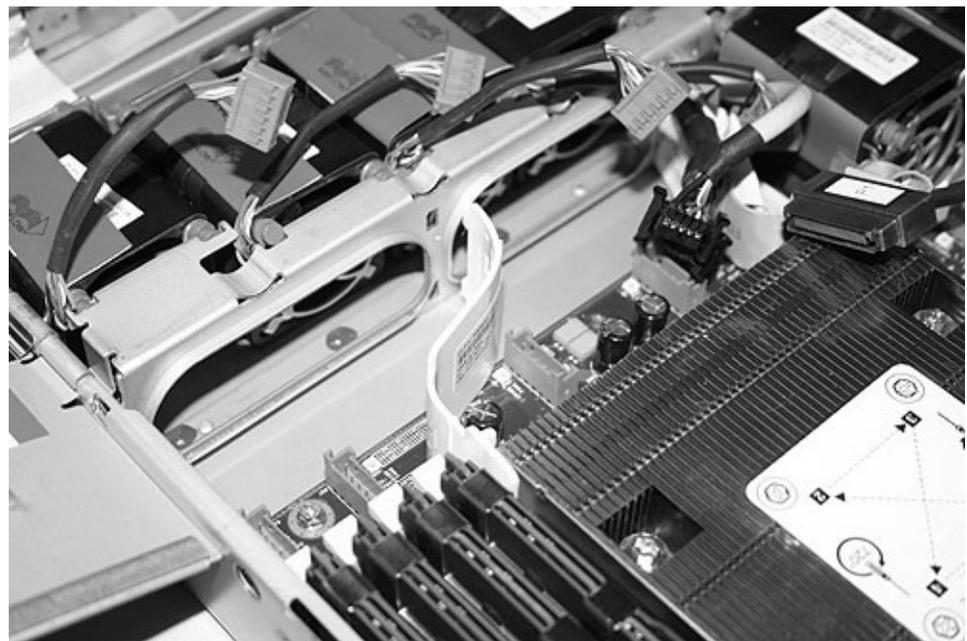

図 275. SAN ポリウム・コントローラー 2145-8G4 システム・ボード上の右側エア・バッフル
11. 右側エア・バッフルを取り外します (図 275 を参照)。最初に、エア・バッフルを右方に引いてから、コネクタを装置の後方に押し、サポート・レールから解放します。次に、バッフルを前方に引いてから上方に引き上げて、クリップをシステム・ボードから解放します。最後にバッフルを持ち上げて外します。